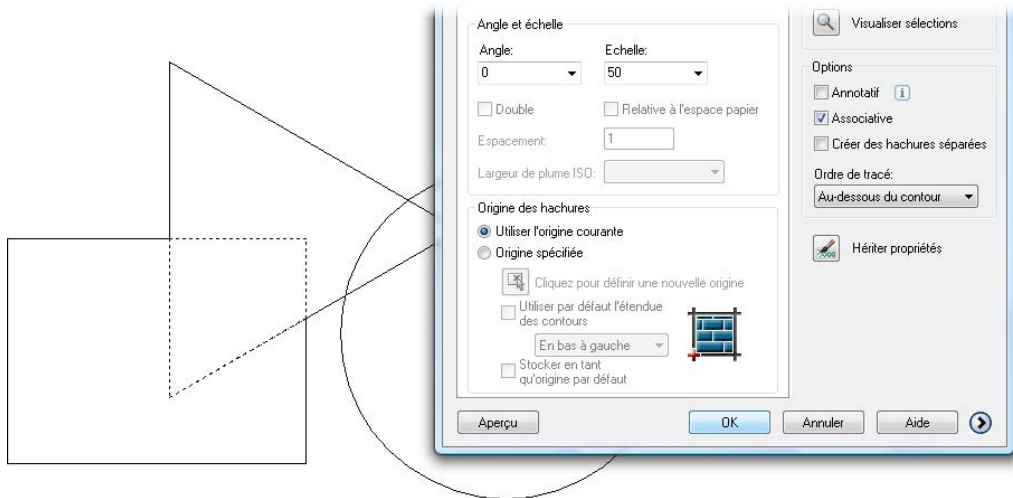

Figure 5.35
8. Après que vous avez choisi la zone à hachurer, celle-ci apparaît en pointillés dans la boîte de dialogue Hachures (voir Figure 5.35).